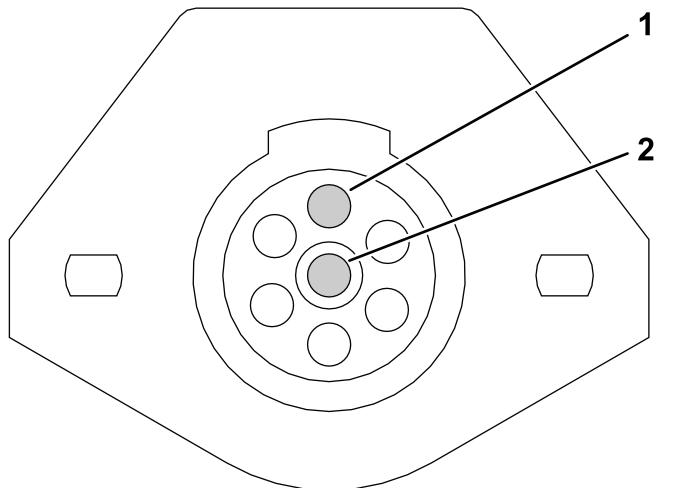

Figura 17
3. Desaperte os parafusos nos terminais do pino 1 e pino 7 (Figura 17).
5. Instale o fio preto no terminal do pino 1 e o fio branco no terminal do pino 7 (Figura 17).